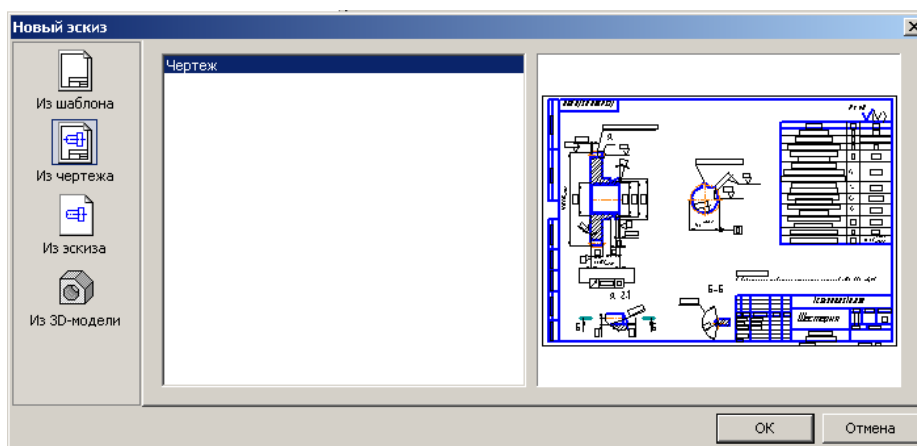

Рис.8
11. В открывшемся окне **Новый эскиз** установите курсор на названии чертежа. Для упрощения выбора окно в правой части показывает содержимое чертежей (рис. 8). Внизу можно выбрать формат эскиза – это может быть фрагмент с расширением \*.frw или чертеж с расширением \*.cdw. Оставьте формат фрагмента по умолчанию и нажмите кнопку **ОК**.